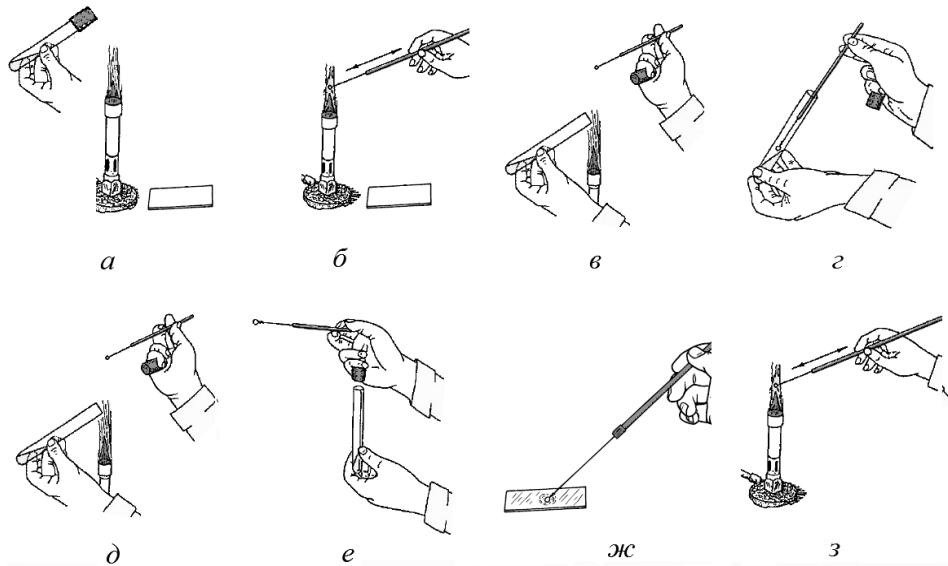

Рис. 1.3. Схема відбору біомаси мікроорганізмів для виготовлення препарату
1. Пригответе предметне та покривне скельця. Візьміть пробірку з культурою в ліву руку і помістіть її похило між великим і вказівним пальцем на відстані 3–5 см від полум’я (рис. 1.3, а).
2. Профламбуйте петлю (рис. 1.3, б).
3. Відкрийте пробірку, затискаючи корок правою долонею (рис. 1.3, в).
4. Стерильну петлю введіть у пробірку з культурою, охолодіть, доторкнувшись до внутрішньої поверхні пробірки, а потім візьміть нею невелику кількість біомаси мікроорганізмів (рис. 1.3, г).
5. Обпаліть краї пробірки та корка – закрийте пробірку, поставте її в штатив (рис. 1.3, д–е).
6. Петлею з біомасою зробіть штрих на склі, розіграйте штрих петлею круговими рухами, щоб вийшла суспензія, що трохи опаліє (рис. 1.3, жс).
7. Профламбуйте петлю (рис. 1.3, з).